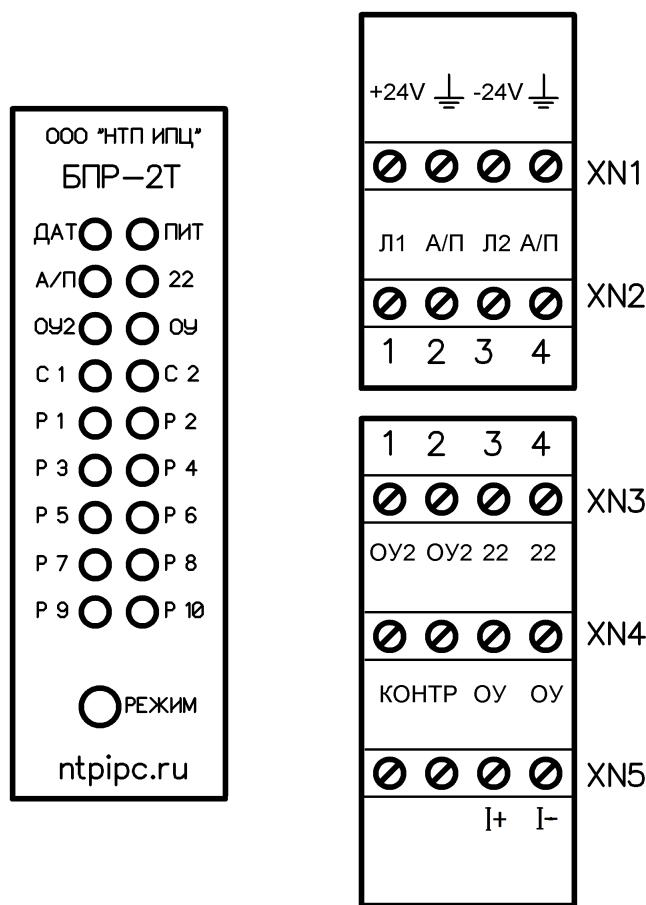

Рисунок 3 – Расположение элементов коммутации и индикации на передней панели и клеммных колодках БПР-2Т
2.9.1 На передней панели блока питания и регистрации БПР-2Т расположены светодиоды «P1»- «P10», являющимися индикатором установленного режима работы блока питания. А также кнопка «РЕЖИМ» предназначенная для редактирования параметров работы блока питания, см. рисунок 3.